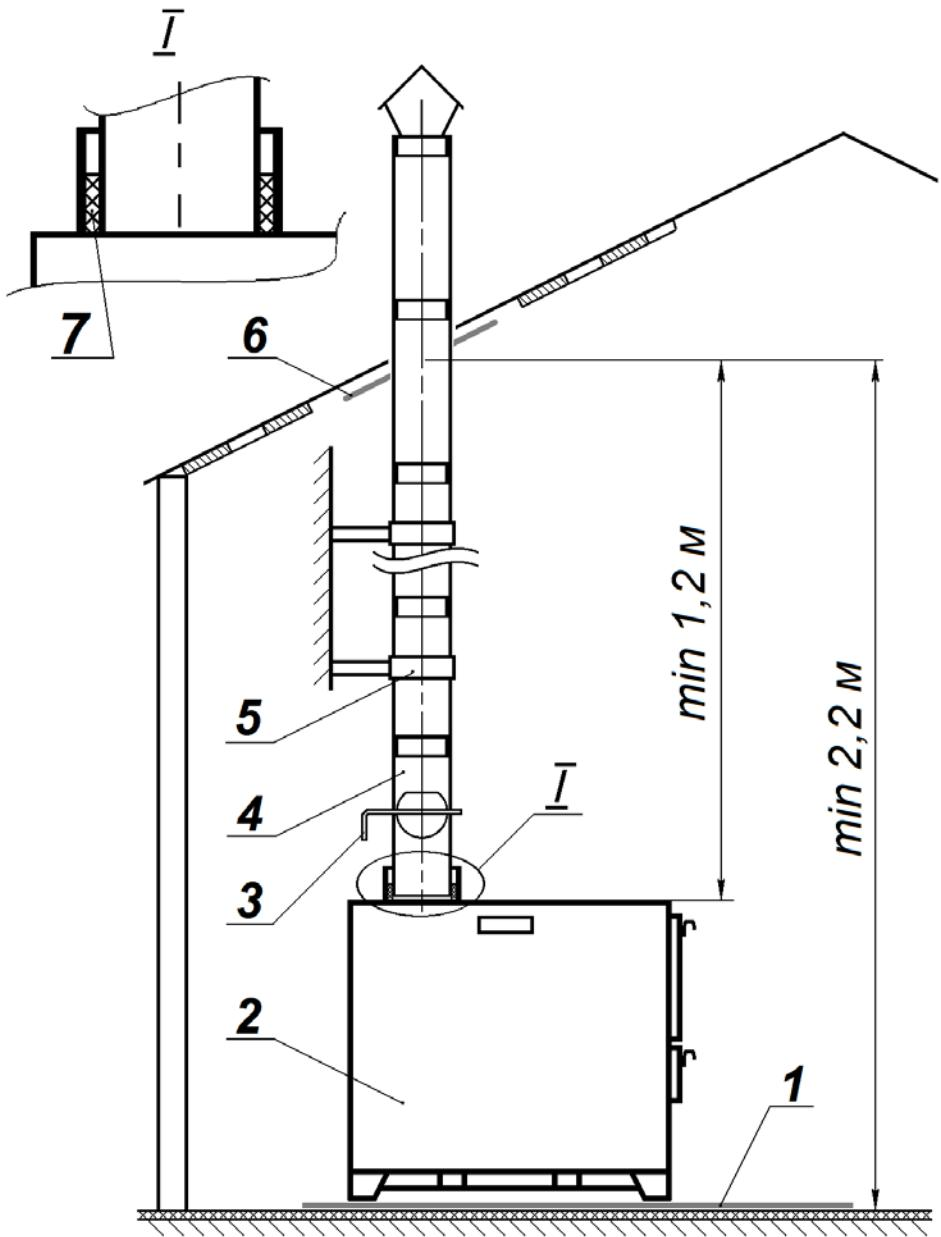

Рисунок 5. Схема монтажа печи и дымовой трубы:
4.5. Расстояние между верхом печи и потолком должно быть не менее 1,2 м, между полом и потолком – не менее 2,2 м (см. рис. 5).
4.6. Печь должна быть разгружена от веса дымовой трубы (**поз.5** на рис.5).
4.7. Для защиты потолка на дымоход надевается потолочный проход (**поз.6** на рис.5), выполненный из металлического листа толщиной 1 мм, с отверстием по центру. Потолочный проход надевается на трубу внатяг и располагается параллельно потолку.
4.8. Дымовая труба оснащена шибером (**поз.3** на рис. 5). Звено трубы с шибером монтируется на эргономически удобной высоте.
4.9. Соединение дымовой трубы с печью следует герметизировать термостойким шнуром из комплекта печи (**поз.7** на рис.5).